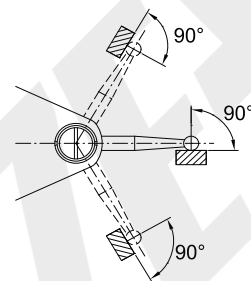
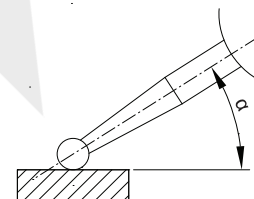

Abb.4
Abb.5
- 2. Während der Messung sollten die Tastereinsätze senkrecht zur Messrichtung stehen (Abb.4). Wenn der Tastereinsatz in einem Winkel zur Messrichtung steht (Abb. 5), ist folgende Korrektur vorzunehmen.